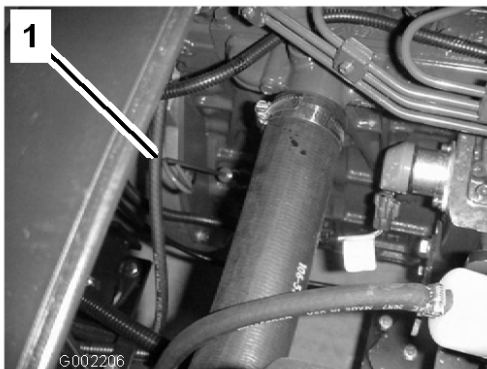

Figura 16
2. Togliete l'asta di livello ed asciugatela con un panno pulito (Figura 16). Inserite l'asta nel tubo e verificate che sia inserita a fondo. Rimuovete l'asta e controllate il livello dell'olio.